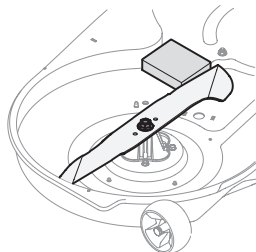

Figure 32
2. Placez un morceau de bois entre le boîtier du plateau de coupe et la lame de coupe pour empêcher tout mouvement. Voir Figure 32.
3. Retirez l'écrou qui fixe la lame à la fusée. Voir Figure 32.
3. Placez un morceau de bois entre le boîtier du plateau de coupe et la lame de coupe pour empêcher tout mouvement. Voir Figure 32.